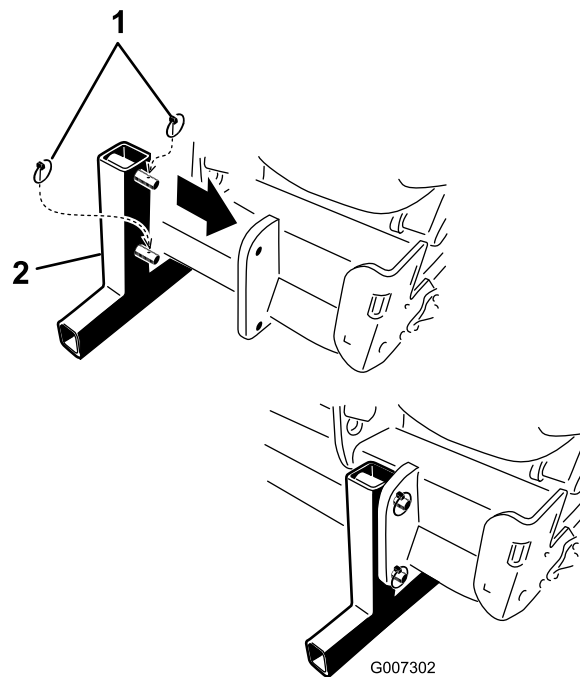

Figura 39
5. Coloque los soportes de almacenamiento y fíjelos al aireador con pasadores de seguridad (Figura 39).